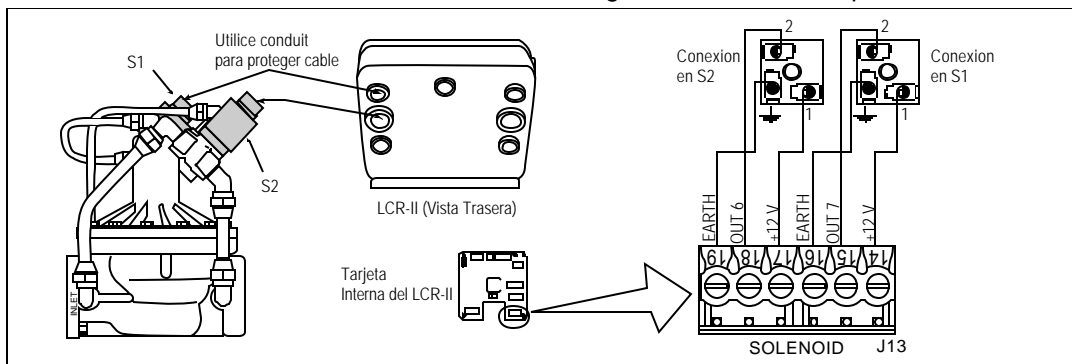

Figura 3.1a Cableado de Válvula de Dos Etapas
- 6- Pasa el cable a través del conduit y después conecte los extremos a la válvula y al registro. Después conecte el cable como se muestra en la figura 3.1a o 3.1b, dependiendo de su instalación.